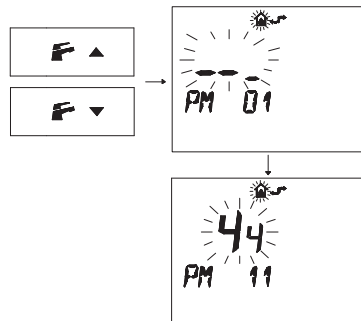

Figura 5.50
- Premere i pulsanti **F**▲ o **F**▲ per visualizzare la programmazione "**PM11**" della postcircolazione pompa (Figura 5.50).